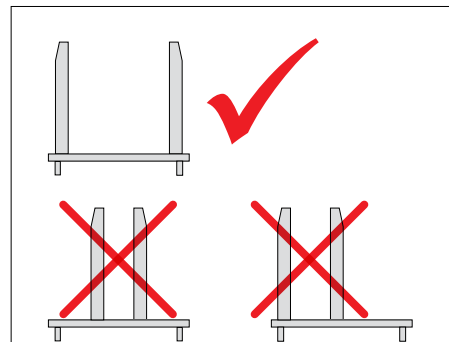

Fig. 50
- ▶ Indstil gaffelgrenene således, at der er størst muligt plads mellem dem (Fig. 50).